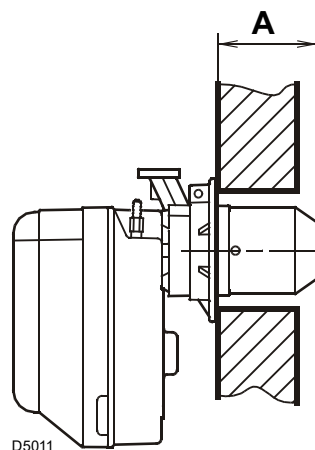

Fig. 11
Brenneren kan festes med variabel verdi (A) slik Fig. 11 viser.